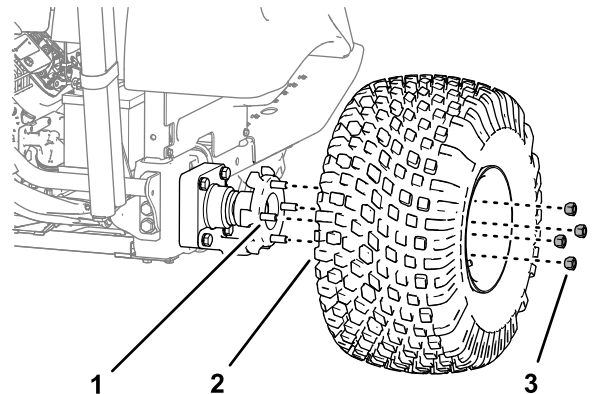

Figura 30
2. Retire las 4 tuercas de rueda que fijan la rueda en el cubo y retire la rueda y el neumático (Figura 30).
7. Monte el neumático y la rueda en los espárragos del cubo de la rueda (Figura 30) con las 4 tuercas de rueda que retiró en el paso 2 y apriete las tuercas a mano.